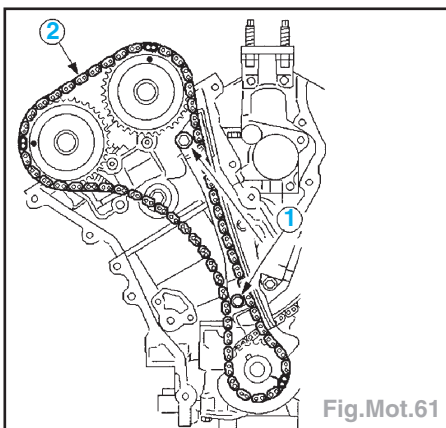

Fig.Mot.61
- Poser le bras tendeur et les vis de fixation (matériau beige) (1) (Fig.Mot.61).
- Poser la chaîne de distribution (2).